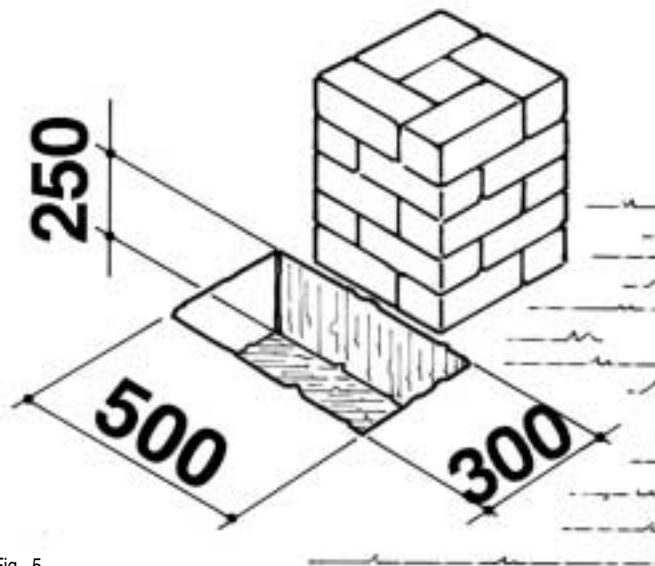

Fig. 5
- Eseguire la fossa nel terreno con le quote riportate sul disegno considerando che l'asse delle cerniere dovrà cadere in mezzzeria alla quota 500 (Fig. 5).